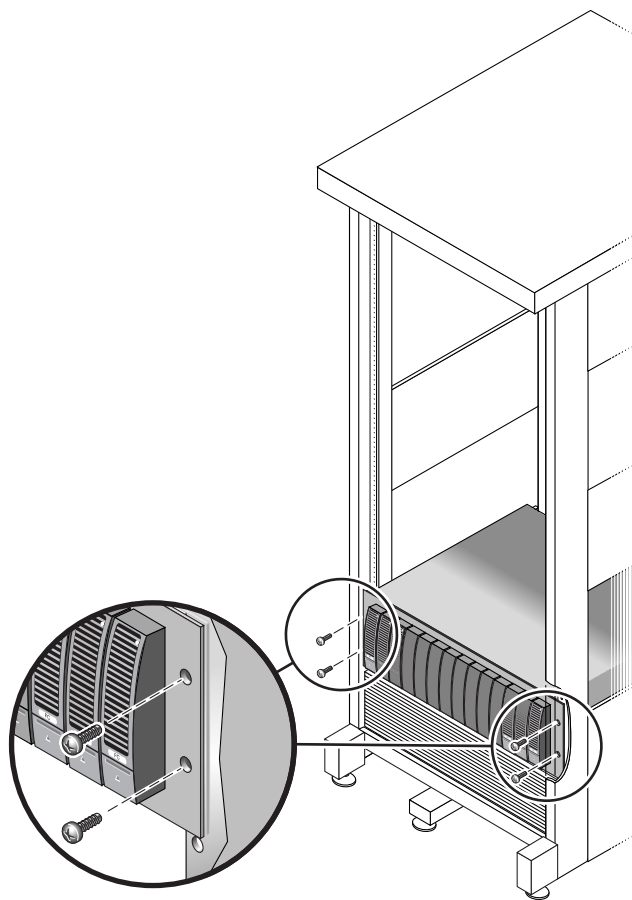

FIGURE 2-17 Fixation du boîtier à l'avant d'une armoire Sun Rack 900/1000
- S'il s'agit d'une armoire Sun Rack 900/1000, utilisez le tournevis cruciforme n°3 pour installer et serrer quatre vis M6 (deux par côté) pour fixer le boîtier à l'avant de l'armoire (FIGURE 2-17).